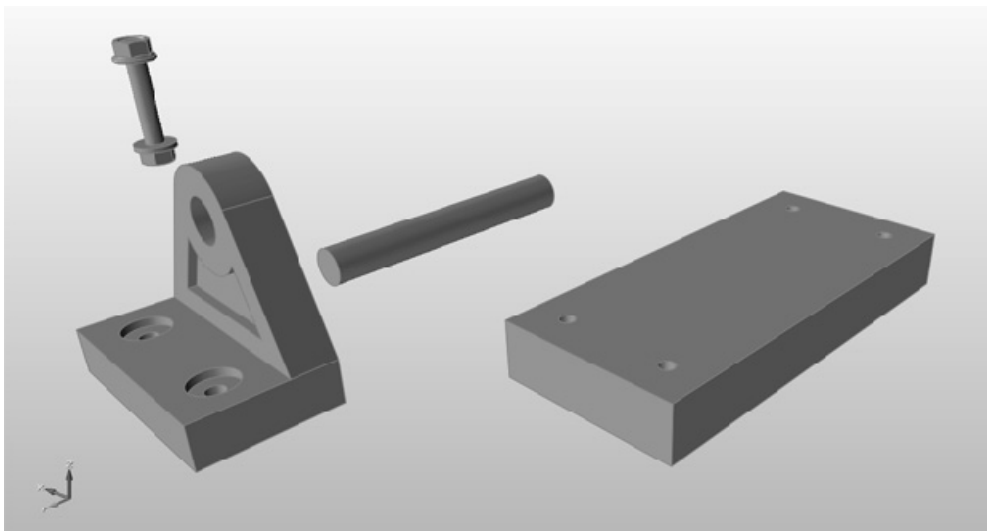

图 3-5
7) 选择文件 base.x_t、bolt.x_t 和 pin.x_t，并将这 3 个文件拖动到 Inspire 模型视窗中，文件即被导入当前模型，如图 3-5 所示。